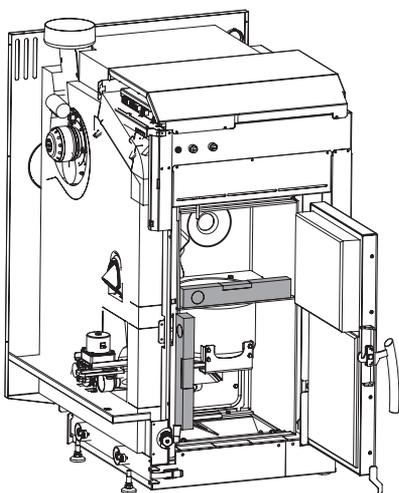

Fig. 85 Allineare la caldaia con una livella a bolla
- Spingere la caldaia nel luogo e punto di installazione e con le 4 viti di regolazione allinearla in orizzontale o leggermente in salita verso il retro. Per allinearla, appoggiare una livella a bolla nella parte anteriore del telaio della porta o sulla lamiera di tenuta – Fig. 85.